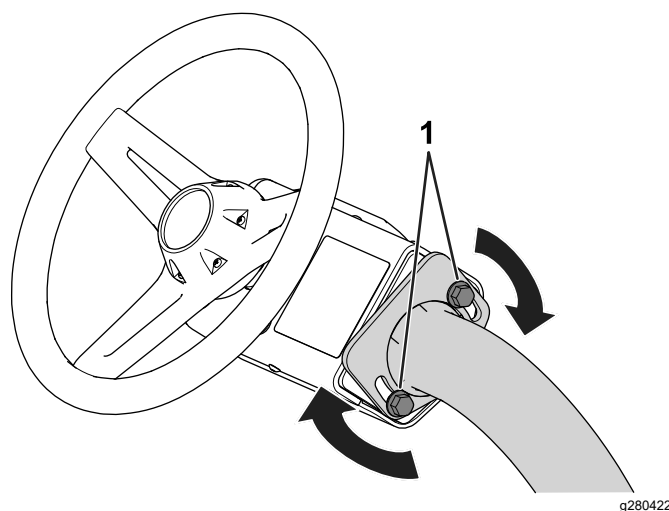

Figura 37
1. Afloje los pernos (Figura 37) que sujetan el conjunto del volante al brazo de dirección.
3. Apriete los pernos (Figura 37) para fijar el volante en la posición deseada.